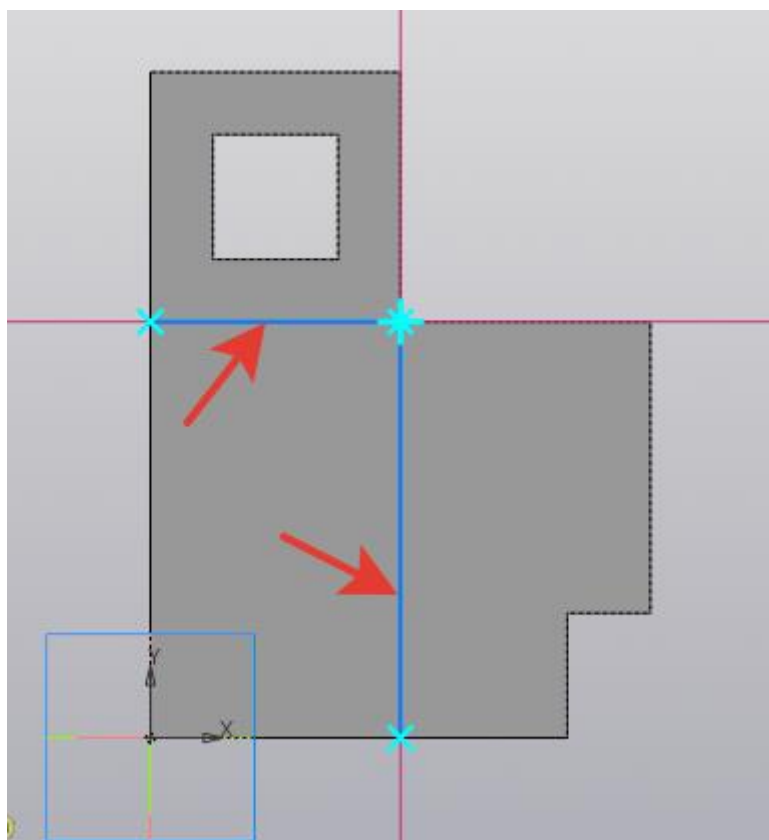

Рисунок 76.
5. С помощью *Вспомогательная параллельная прямая* и *Отрезок* формируем два отрезка (рисунок 76).